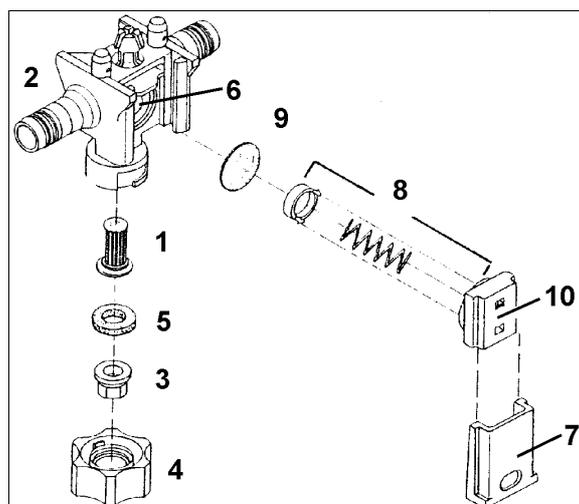

Fig. 128
1. Controle de tanto en tanto el asiento del empujador (Fig. 128/7). Para ello empujarlo dentro del cuerpo de tobera (Fig. 128/2) como sea posible con fuerza mesurada del pulgar. De ninguna manera introducir el empujador en estado nuevo hasta el tope.
1. Colocar el filtro de tobera (Fig. 128/1) desde abajo dentro del cuerpo de la tobera (Fig. 128/2).
2. Colocar la tobera (Fig. 128/3) en la tuerca de bayoneta (Fig. 128/4)
3. Colocar junta de goma (Fig. 128/5) encima de la tobera.
Depósitos en el asiento de membrana (Fig. 128/6) son la causa de una desconexión no libre de goteo de las toberas con varillaje desconectado. Entonces limpiar las correspondientes membranas como sigue:
1. Tirar el empujador (Fig. 128/7) fuera del cuerpo de la tobera (Fig. 128/2) en dirección hacia la tuerca de bayoneta.
2. Extraer el elemento elástico (Fig. 128/8) y la membrana (Fig. 128/9).
3. Limpiar el asiento de membrana (Fig. 128/6).
Observar la correcta dirección de montaje del elemento elástico. Los bordes ascendentes rebajados a la derecha y a la izquierda en la carcasa del elemento elástico (Fig. 128/10) deben ascender durante el ensamblado en dirección al perfil del varillaje.